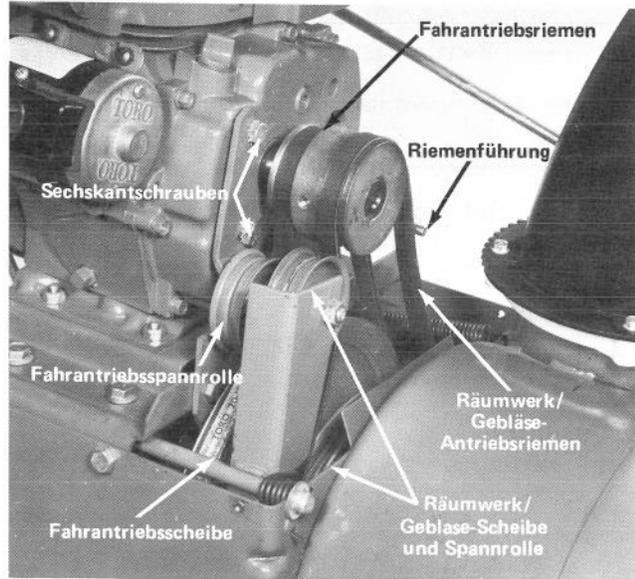

Abb. 32
Wenn der Fahrertriebsriemen (Abb. 32) abgenutzt, verzogen, verölt oder anderweitig defekt ist, muss er erneuert werden.
3. Den Räumwerk-Kupplungshebel auf AUS und den Gangschalthebel auf N (Leerlauf) stellen. Dann den Räumwerk-Antriebsriemen von der Motorriemenscheibe und von der grossen Räumwerk/Gebläse-Riemenscheibe abnehmen (Abb. 32).
4. Die beiden Sechskantschrauben (Abb. 32) lösen, mit denen der Spannrollenhebel vorne am Motor befestigt ist. Dann den Fahrertriebsriemen von der Motorriemenscheibe und Fahrertriebsscheibe (Abb. 32) abnehmen.
5. Den neuen Keilriemen auf die grosse Fahrertriebsriemenscheibe (Abb. 32) legen und dann so über die Motorriemenscheibe ziehen, dass er innerhalb der Spannrolle und Riemenführung liegt (Abb. 32).
6. Den neuen Keilriemen auf die grosse Räumwerk/Gebläse-Riemenscheibe (Abb. 32) legen und dann so über die Motorriemenscheibe ziehen, dass er innerhalb der Spannrolle und Riemenführung liegt (Abb. 32).
Wenn der Räumwerk/Gebläse-Antriebsriemen (Abb. 32) abgenutzt, verzogen, verölt oder anderweitig defekt ist, muss er erneuert werden.
4. Den neuen Keilriemen auf die grosse Räumwerk/Gebläse-Riemenscheibe (Abb. 32) legen und dann so über die Motorriemenscheibe ziehen, dass er innerhalb der Spannrolle und Riemenführung liegt (Abb. 32).